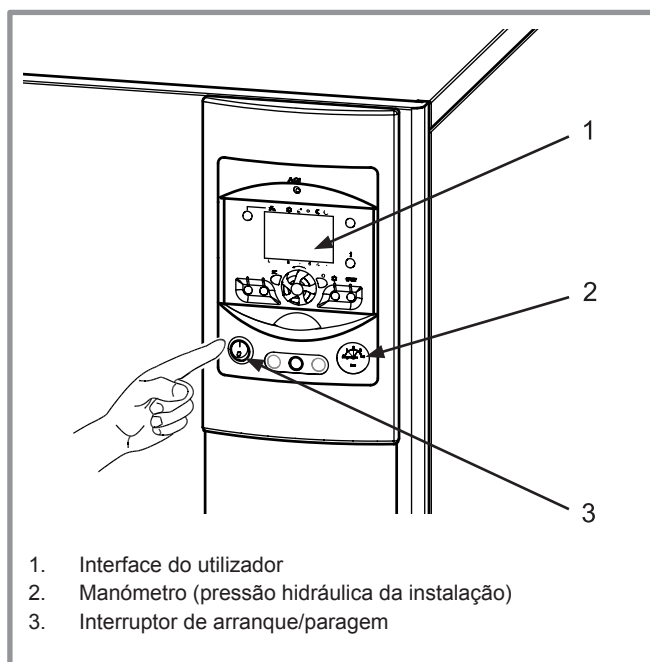

figura 5 - Arranque
- Certifique-se de que a instalação está totalmente preenchida com água, de que foi corretamente purgada e de que existe uma pressão suficiente entre 1,5 e 2 bar no manómetro (ref.ª 2, figura 5).